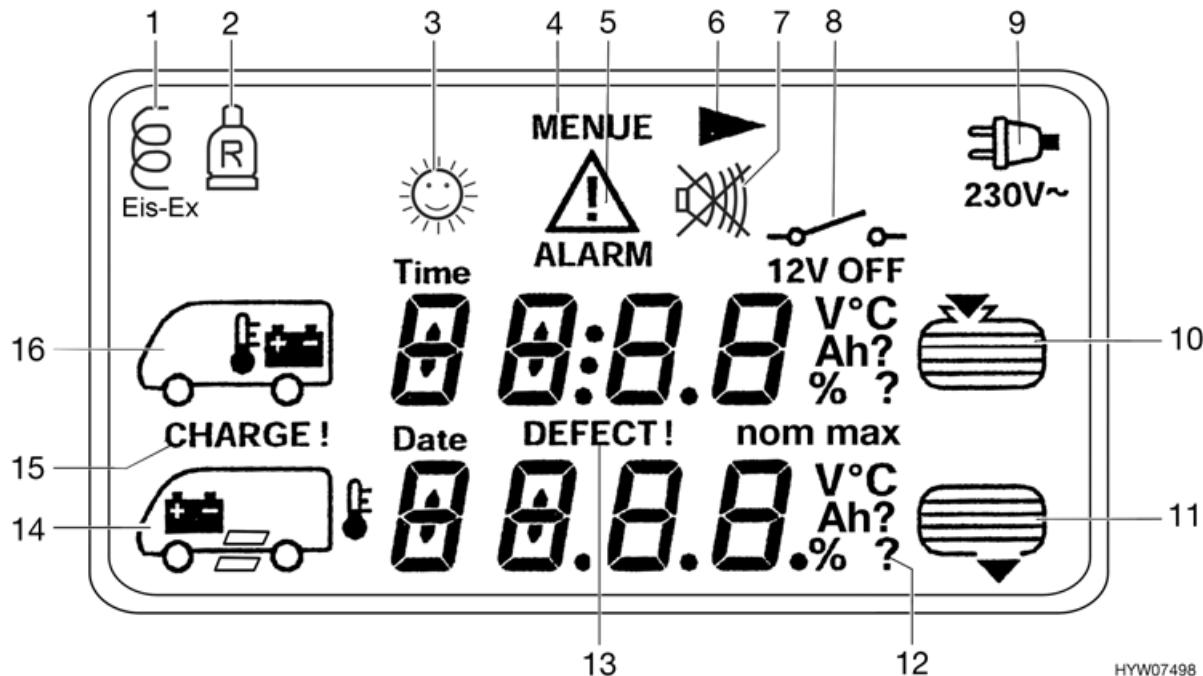

Bild 56 Symbol-Darstellung auf LC-Display
- ▷ Der Pfeil ► (Bild 56,6) in der LCD-Anzeige zeigt an, dass das gewählte Menü aus mehreren Menüseiten besteht.
Das Grund-Menü erscheint und die Symbole (Bild 56,5, 15 und 16) blinken, sobald die Spannung der Wohnraumbatterie 12 V (Messung im laufenden Betrieb) unterschreitet und damit Tiefentladung droht. Zusätzlich blinkt die Spannungsangabe im Batterie-Menü.
Das Grund-Menü erscheint und das Symbol (Bild 56,16) blinkt. Zusätzlich werden im Batterie-Menü die Ah-Angabe und die "CHARGE!"-Aufforderung angezeigt.